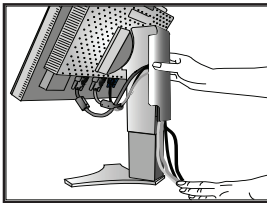

Figure 9
7. Remettez la gaine dans sa position initiale (Figure 9).